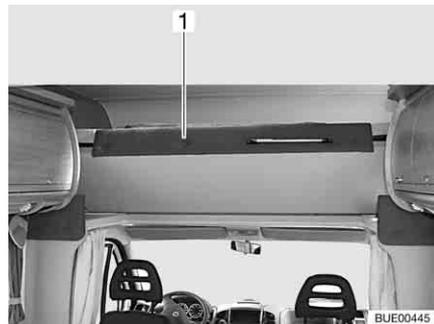

Fig. 111 Cama de alcova dobrada para cima
- Desloque para cima a cama de alcova na parte dianteira (Fig. 111,1). A cama de alcova é mantida na sua posição superior pelas molas pneumáticas a gás.